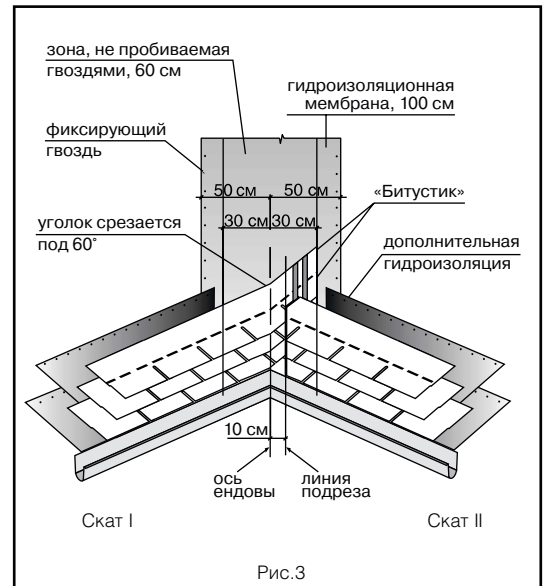

Рис.3
Ендова (рис. 3)
- на прилегающем скате (II) вдоль оси ендовы на расстоянии 30 см от нее отбивается линия;
- лист, подходящий к ендове со ската II, должен доходить до линии подрезки и обрезаться по ней. Верхний уголок обрезанного края листа подрезается под углом 60° (5 x 3 см - рис. 3);